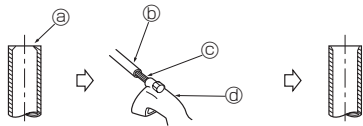

Fig. 5-4
5.2.2. Usuwanie zadziorów (Fig. 5-4)